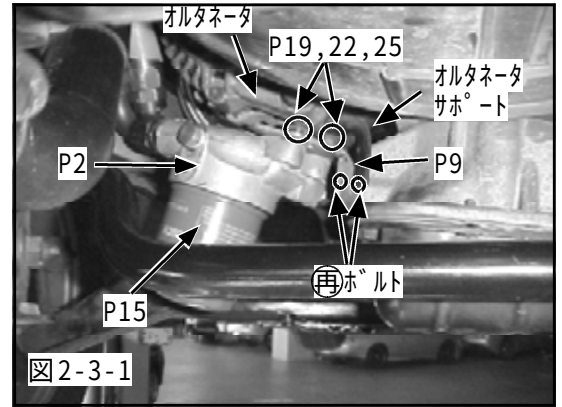

図2-3-1
- (1) アダプタサーモAssyをアダプタサーモステーに仮付けしてください。(図2-3-1)
- (2) アダプタサーモステーをオルタネータサポートに共締めしてください。(図2-3-1)